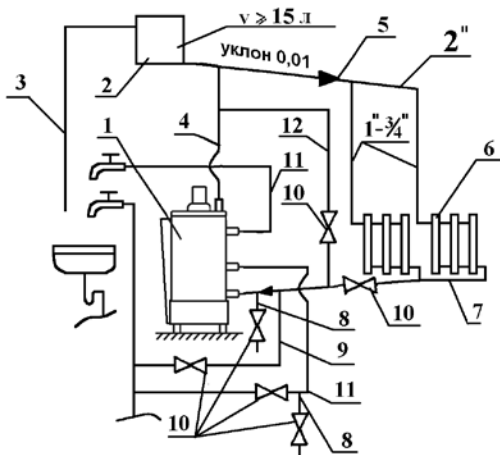
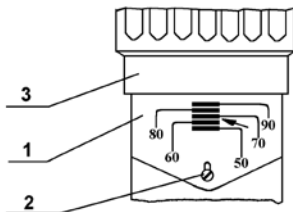

Рис.4 Схема системы отопления и горячего водоснабжения
Рис.5 Схема настройки автоматики регулирования температуры воды
6.13. Заполните систему отопления водой. Контроль заполнения системы отопления осуществляется по трубке сигнальной 3 (Рис.4). Категорически запрещается установка запорной арматуры на стояке, идущем от аппарата. В целях исключения нарушения прочности и плотности аппарата при заполнении и подпитке системы отопления не допускать превышения давления перед аппаратом более 150 кПа (1,5 кг/см²).
для повышения температуры и объема горячей воды предварительно установить гайку регулировочную терморегулятора на температуру 90 °С и закрыть вентиль 10 (Рис.4) на магистрали обратной воды 7 в системе отопления. После окончания забора горячей воды открыть вентиль 10 на магистрали обратной воды 7 для восстановления циркуляции воды в системе отопления и установить гайку регулировочную 3 (Рис.5) на требуемую температуру .
6.22. На летний период закрыть вентиль 10 (Рис.4) на магистрали 7 обратной воды и открыть вентиль 10 на магистрали 12. На осенне-зимний период вентиль 10 на магистрали 12 закрыть, а вентиль 10 на магистрали 7 открыть.
7.3.6. Поворотом гайки регулировочной 3 (Рис.5) установите требуемую температуру нагрева воды.
При настройке, вращая гайку регулировочную, совместите верхний край гайки с риской шкалы в ее средней части. Например, для получения температуры воды 70 °С, верхний край гайки должен быть совмещен с риской, которая указана стрелкой (Рис.5). После нагрева воды до температуры, соответствующей настройке, подача газа к горелке автоматически прекращается и она гаснет, а запальник продолжает работать.
8.4. В случае прекращения работы аппарата в зимнее время на продолжительный срок (свыше суток) полностью слейте воду из системы отопления и системы горячего водоснабжения через вентили 10 сливных магистралей 8 (Рис.4) во избежание ее замерзания.
Для этого ослабить винт 2 (Рис.5) крепления шкалы настройки и, перемещая шкалу, совместить риску, температура которой соответствует показанию термометра, с краем гайки. Запрещается вывинчивать гайку регулировочную выше черты, указывающей 90°C . Это приведет к отключению блока автоматики и перегреву воды (свыше допустимой температуры).